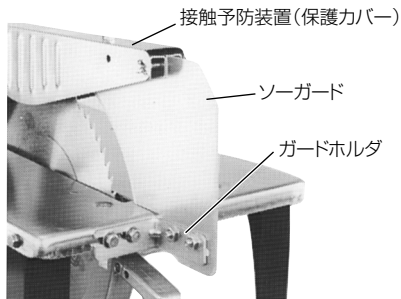

図 6
- (2) ソーガードがのこ刃と一直線上になるように、ガードホルダをテーブル後端に取付けます。（図 6）